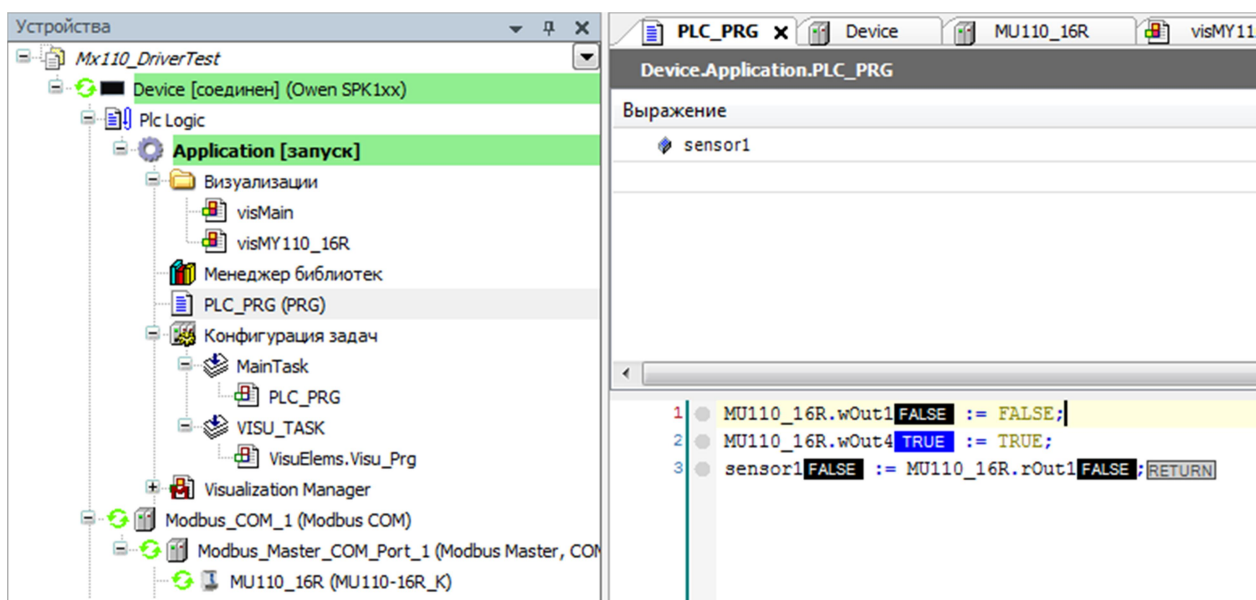

Рисунок 7.1 – Использование модуля MU110_16R в проекте
- 7.1 Я добавил модуль MU110_16R_K и назвал его MU110_16R (рис. 7.1).
- 7.2 Необходимые мне входы устройства (и выходы модуля) wOut1 и wOut4 установил в значение «выключено» и «включено» соответственно (строки 1 и 2 на рис. 7.1).
- 7.3 И прочитал состояние выхода из модуля (строка 3 на рис. 7.1)